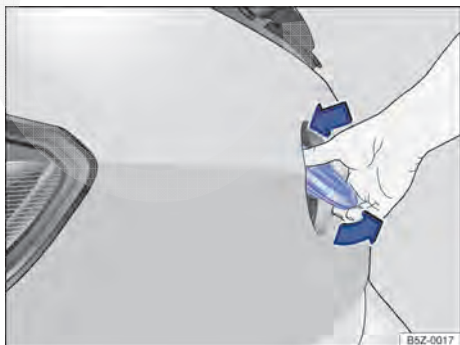

Fig. 28 Abrir a tampa traseira por fora.
- Com o polegar, pressionar a parte superior do logo Volkswagen → Fig. 28 e rebatê-lo para fora por baixo. Tocar com a mão embaixo do logo e levantar a tampa traseira.